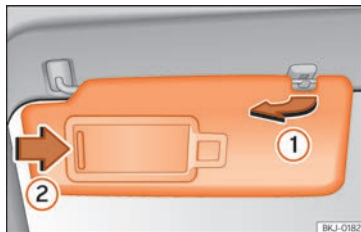

Abb. 117 Sonnenblende auf der Fahrerseite.
- Die Sonnenblende kann aus der Halterung herausgezogen und zur Tür »» Abb. 117 ① geschwenkt werden.